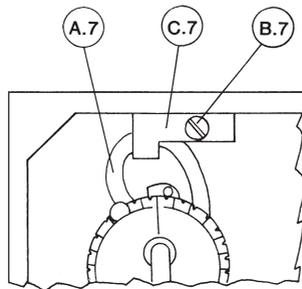

Fig. 7 - Dispositivo di blocco aria integrale
Mediante la valvola di by-pass si potrà anche regolare manualmente il processo durante l'esclusione della valvola di controllo. La valvola di by-pass non può essere prevista quando la valvola pneumatica ha, oltre la funzione di controllo, anche il compito di blocco di sicurezza. Le due valvole di intercettazione (4) prima e dopo la valvola di regolazione dovranno avere un passaggio uguale a quello della tubazione. La valvola di by-pass avrà preferibilmente un passaggio uguale a quello della valvola di regolazione, e ciò per rendere più agevole la regolazione manuale. Nell'eseguire l'installazione della valvola pneumatica, assicurarsi che il senso del flusso nella valvola coincida con la direzione della freccia stampigliata sul corpo. I collegamenti pneumatici da realizzare sono visibili in Fig. 4. Sul retro degli strumenti sono riportati gli stessi riferimenti indicati sullo schema per i vari attacchi pneumatici. Per i regolatori a azione PI (proporzionale-integrale) e PID (proporzionale-integrale-derivativa) occorre verificare che l'attacco "I" (aria-integrale) sia stato chiuso con un tappo $\frac{1}{4}$ " NPT e che la vite (B.7) sia allentata onde permettere il regolare passaggio dell'aria nel tubetto (A.7) al di sotto della piastrina (C.7), Fig. 7. Il collegamento alla valvola pneumatica di controllo, quando il regolatore è provvisto di pannello automatico, è illustrato al paragrafo E; riferirsi a Fig. 5 per regolatori a sola azione proporzionale o proporzionale-derivativa ed a Fig. 6 per regolatori ad azione proporzionale-integrale o proporzionale-integrale-derivativa.
This by-pass valve arrangement allows temporary manual control of the process, should the control valve be removed. By-pass valve should not be installed when the pneumatic valve is responsible for safety shut-off service in addition to the control function. Isolation stop valves (4), upstream and downstream control valve, must be of the same size as the process piping. By-pass valve should preferably be of the same size as the main control valve, thus making manual control easier. When installing control valve make sure that valve flow direction shown by an arrow on valve body corresponds to fluid direction in the process line. Pneumatic piping arrangement is shown in fig. 4. On the back of controller case, same references for the various connections shown in pneumatic connections scheme are indicated. On PI (proportional-integral) and PID (proportional-integral-derivative) controller, the "I" - Air integral connection must be plugged with $\frac{1}{4}$ " NPT plug and the screw (B. 7) must be loosened to permit the air passage in the flexible tube (A.7) positioned under the plate (C.7) Fig. 7. For control signal piping arrangement to pneumatic valve when an auto-manual station is used, see paragraph E making reference to Fig. 5 for controllers with proportional or proportional-derivative action and to Fig. 6 for proportional-integral and proportional-integral-derivative action controllers.